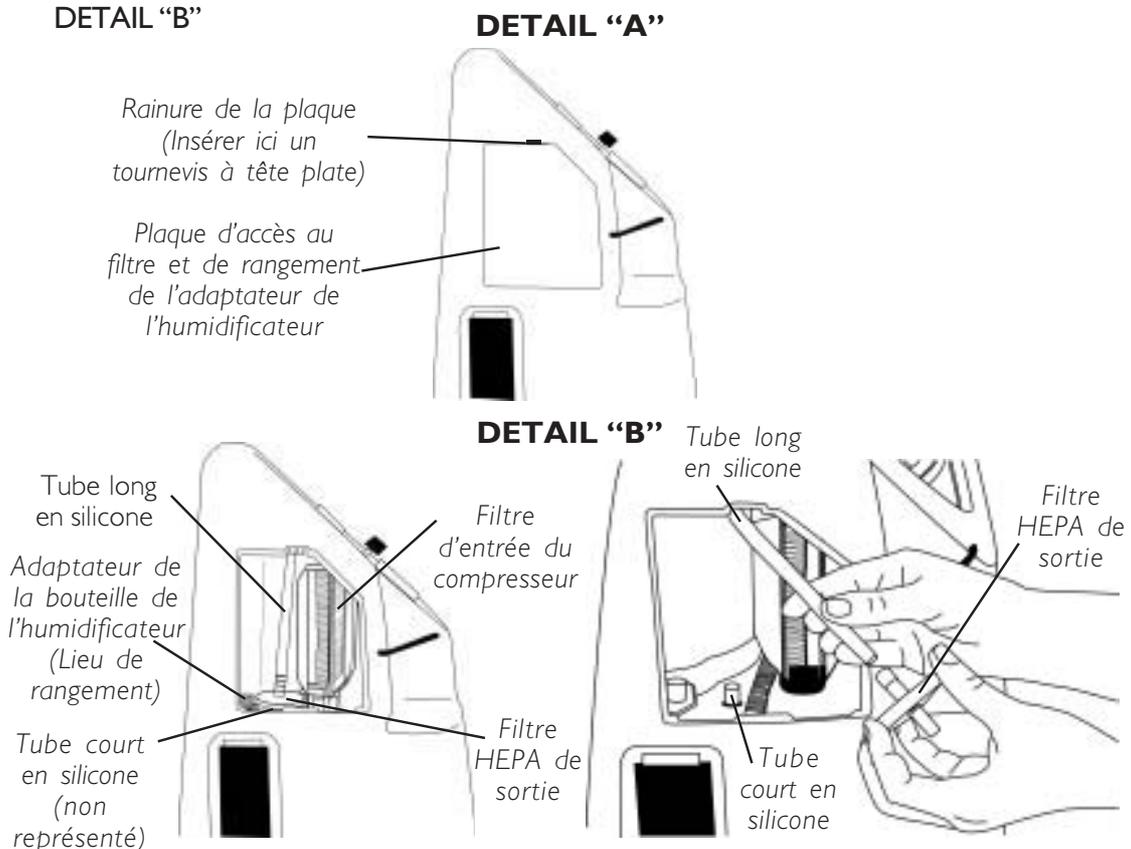

FIGURE 3 - REMPLACEMENT DU FILTRE HEPA DE SORTIE
REEMPLACEMENT DU FILTRE HEPA DE SORTIE (FIGURE 3)
3. Insérer un tournevis à tête plate dans la rainure située sur le bord supérieur de la plaque de rangement de l'adaptateur de l'humidificateur et faire bras de levier pour ouvrir cette dernière. Cf. FIGURE 3 - DETAIL "A" pour déposer la plaque.
5. Saisir le filtre HEPA de sortie existant et le débrancher du tube court en silicone. Cf. FIGURE 3, DETAIL "B".
6. Débrancher le filtre HEPA de sortie existant du tube long en silicone. Cf. FIGURE 3, DETAIL "B"
REPLACEMENT DU FILTRE D'ENTRÉE DU COMPRESSEUR (FIGURES 3 ET 4)
3. Insérer un tournevis à tête plate dans la rainure située sur le bord supérieur de la plaque de rangement de l'adaptateur de l'humidificateur et faire bras de levier pour ouvrir cette dernière. Cf. FIGURE 3 - DETAIL "A" de la procédure de remplacement du filtre HEPA de sortie dans cette section du manuel.